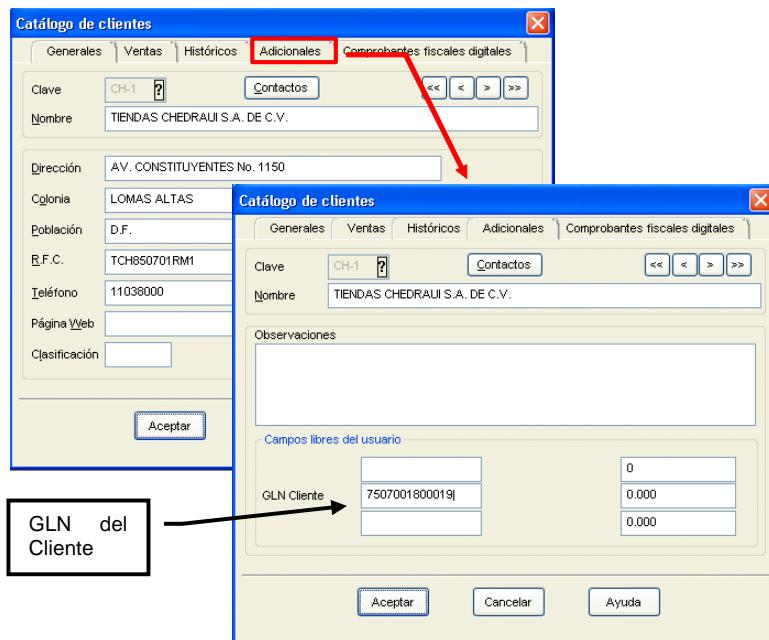

Figura 5-1. Escribiendo el GLN del cliente en el campo libre 2.
6. En el segundo campo libre, se debe capturar el código GLN o EAN del cliente, en el caso de Chedraui, es el 7507001800019, como se muestra en la figura 5-1.